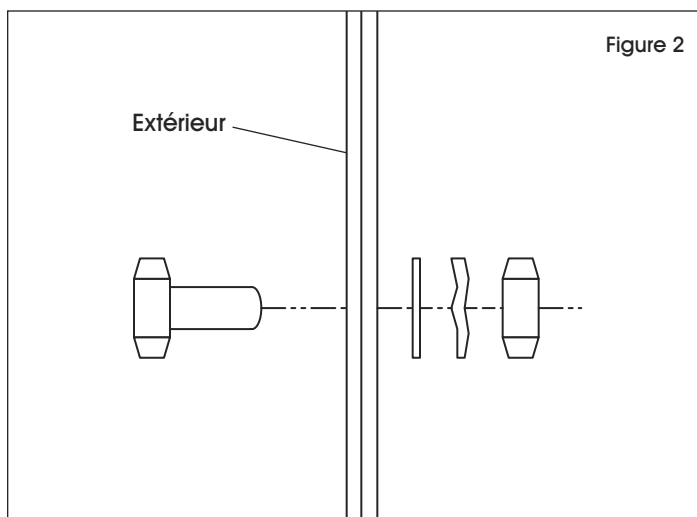

Figure 2
3. Placez les pieds à l'envers sur le plancher. Positionnez la tablette sur les pieds. Insérez les vis creuses à travers la tablette et chaque pied à partir de l'extérieur (sept endroits par pied). Serrez les vis avec des rondelles plates, des rondelles de blocage et des écrous. Utilisez une clé à douille. (Voir Figure 2)